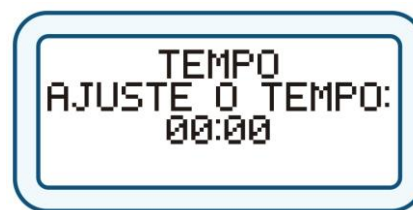

Figura 95 – Menu de ajuste do tempo de alarme minutos
- Após selecionar o valor desejado, aguarde um tempo de aproximadamente 3 segundos para que o valor seja confirmado e passe para a configuração dos minutos automaticamente, conforme figura 95.